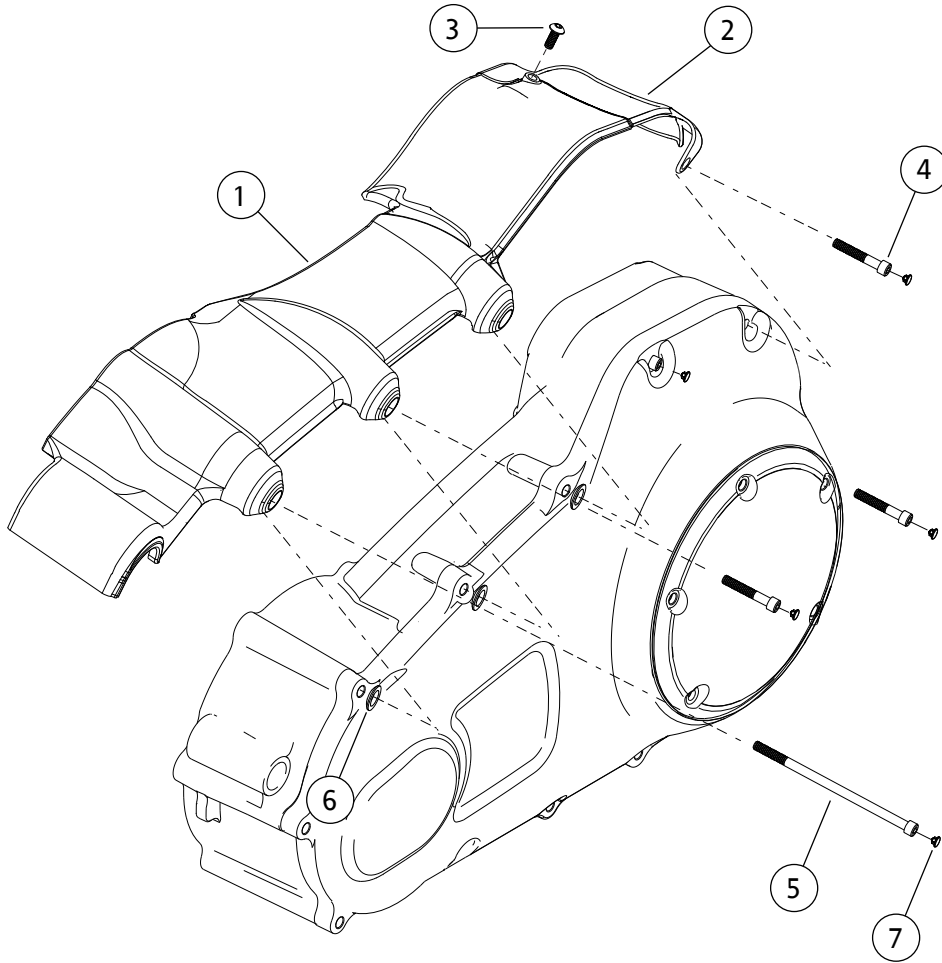

图2。维修零件：镀铬内侧主链箱盖
参见图2和表1。
2. 参见图2和表1。定位前后主链箱盖组件( 1和2 )，使前盖的蝶片与后盖的槽对准。使用螺丝( 3 )将前盖和后盖固定到一起，但不要拧紧。